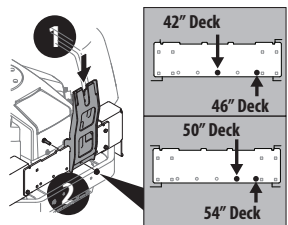

Figura 4
1. Instale la ménsula de soporte vertical en el conjunto de montaje sobre el tractor enganchándolo encima del conjunto de montaje tal como se muestra en la Figura 4.
2. Fije la ménsula de soporte vertical (1) al conjunto de montaje en el orificio de montaje disponible para el tamaño de plataforma sobre la cual se está instalando esta embolsadora (2). Vea la ubicación adecuada de montaje en la Figura 4. Use un perno hexagonal (710-0376) y una tuerca de seguridad con brida (712-04063) del paquete de herrajes 689-02200.